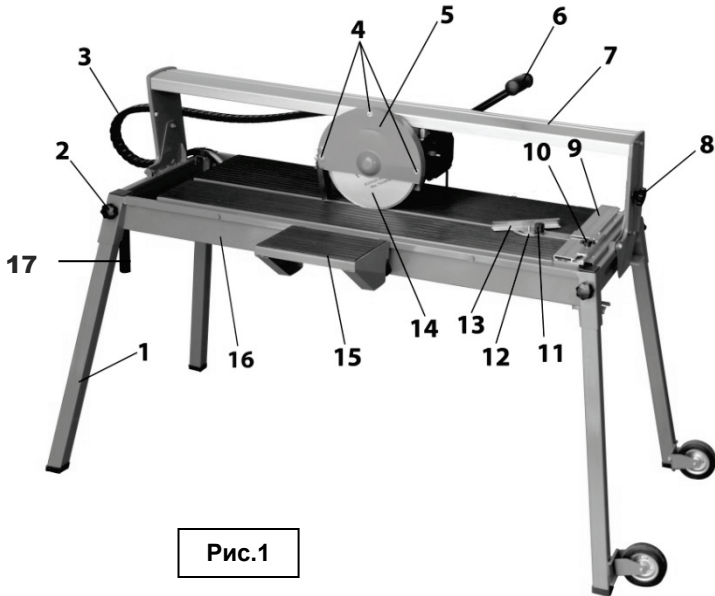

Рис.1
ОПИСАНИЕ УСТРОЙСТВА (Рис.1)
1. Установите насос в посадочное место внутри емкости для воды (16, Рис.1). Слегка нажмите на корпус насоса до щелчка. Щелчок указывает на фиксацию насоса.
Установка рейки угла скоса (Рис.1).